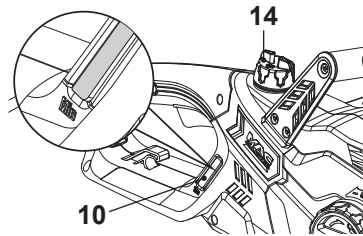

Fig. 13
4. Compruebe la mirilla de nivel de aceite (10) antes del arranque y con frecuencia durante el funcionamiento. Rellene el aceite si el nivel de aceite es inferior a la marca "MIN" (Fig. 13).